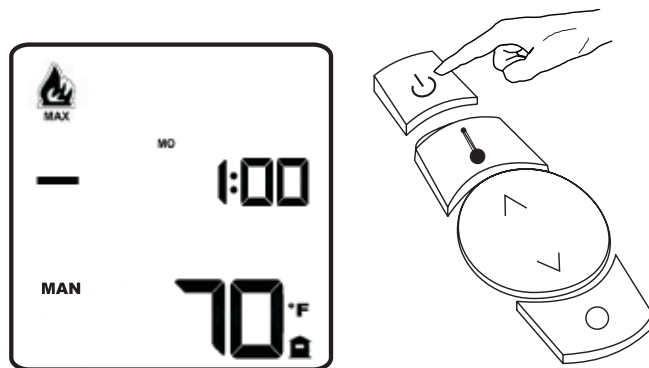

Figure 7
1. Une fois réglée l'horloge de la télécommande, vérifier que l'interrupteur de courant principal de l'appareil de chauffage est à OFF (Arrêt). Allumer la télécommande en pressant le bouton de mise sous tension jusqu'à ce que l'écran de la télécommande s'allume. **Voir Figure 7.**